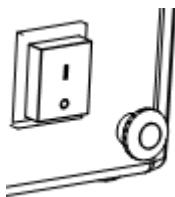
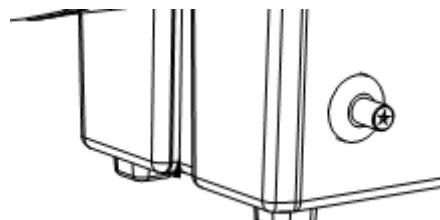

Figura 3
Figura 4
- b. Oprima el botón de la válvula de gas (Figura. 3) y oprima repetidamente el encendedor piezoelectrónico hasta que se encienda la llama. (Figura. 4)